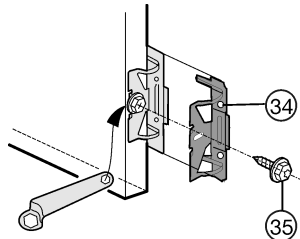

Fig. 9
- ▶ Alle bevestigingshoeken Fig. 9 (34) met zeskantbout Fig. 9 (35) in de voorgeboorde gaten van de deur aan het apparaat draaien.
- ▶ een 3e paar bevestigingshoeken *Fig. 9 (34)* monteren.